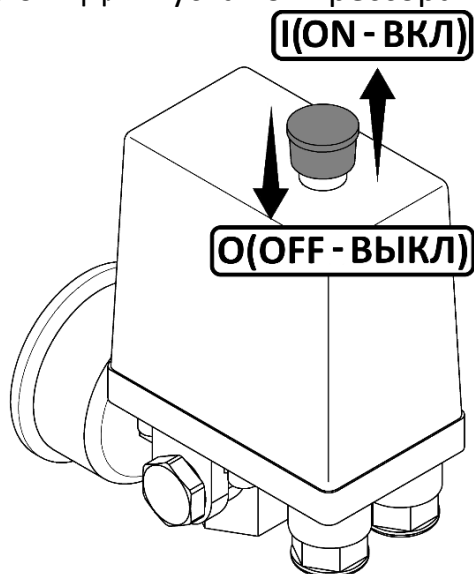

Рисунок 4
- Проверьте, чтобы выключатель на прессостате находился в выключенном положении "OFF" или "O", в зависимости от исполнения (см. рисунок 4).
- Включите компрессор выключателем на прессостате и сразу же выключите. Для этого необходимо переключить выключатель в положение "I" или "ON", в зависимости от исполнения (см. рисунок 4)
- 1 Выключить компрессор выключателем на прессостате. Для этого необходимо переключить выключатель в положение "0" или "OFF", в зависимости от исполнения (см. рисунок 4). После этого остановится электродвигатель и произойдет сброс давления из нагнетательного воздухопровода и поршневого блока.